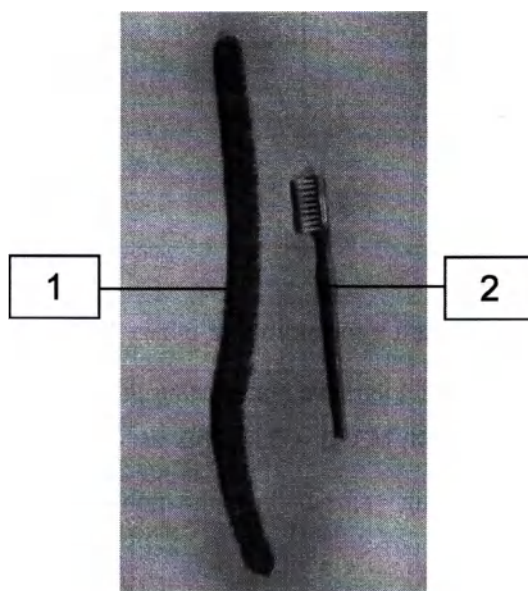

Рис. 7: Расходные материалы, используемые для очистки и дезинфекции.
- Одноразовые щетки 15 мм BRISTLE – STEM (Код: FLEX006, Clinipack) или аналогичные (поз. 1 на рис. 7).
- Зубная щетка или подходящая щетка для очистки хирургических инструментов (поз. 2 на рис. 7).